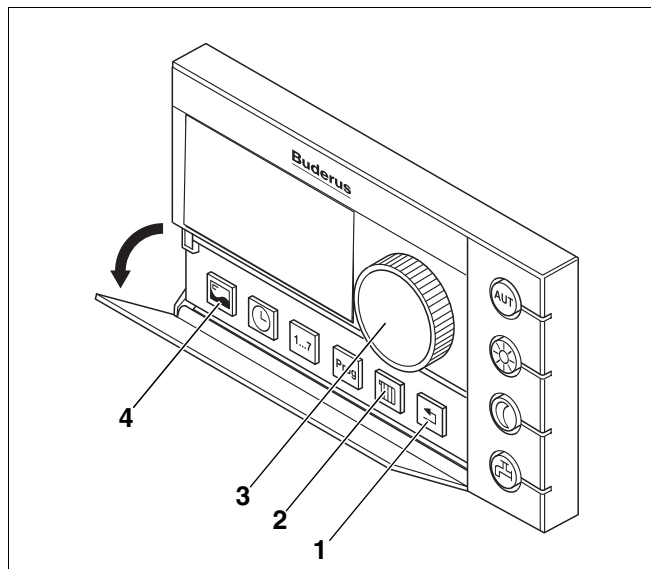

Fig. 40 Unità di servizio RC30
Segue la descrizione dello sfiato della condotta del gasolio mediante l'unità di servizio RC30 (fig. 40).
- Richiamare il livello di servizio dell'unità RC30, premendo contemporaneamente i tasti: "visualizzazione", "circuitto di riscaldamento" e "indietro" (fig. 40, pos. 4, 2, 1). A display compare "MENU SERVICE LINGUA".
- Mediante la manopola (fig. 40, pos. 3) selezionare il "MENU SERVICE TEST RELAIS".